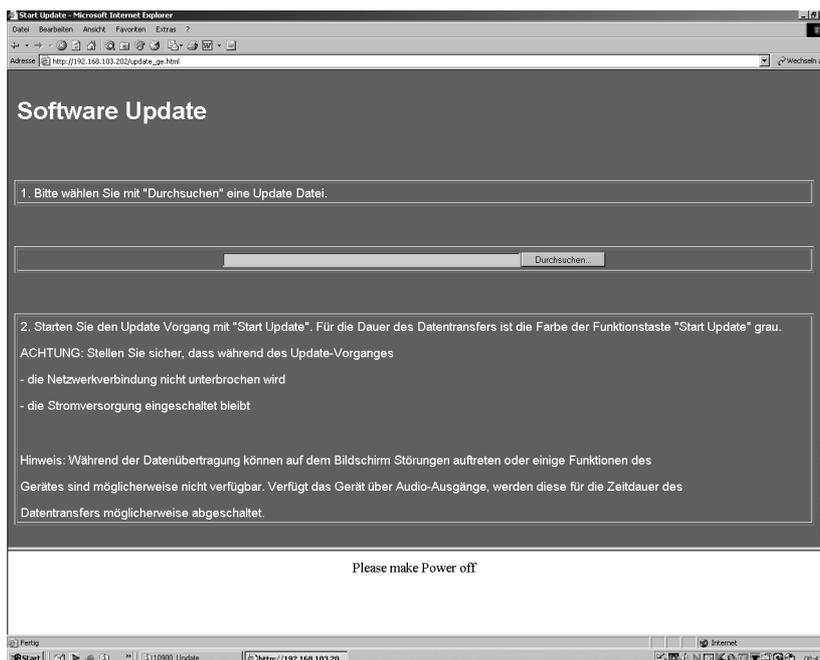

Bild 5-16: Ende des Daten-Transfers der gewählten Update-Datei
8. Erscheint in der Statusleiste die Meldung „Please make Power off“ ist der Transfer der ersten Datei abgeschlossen (siehe Bild 5-16).